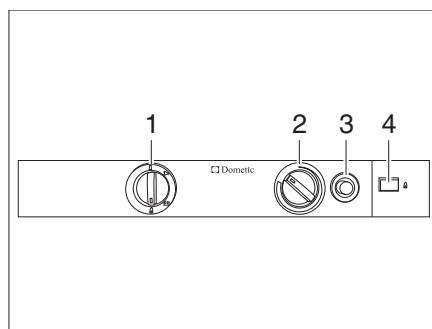

Fig. 322 Boutons de commande pour le réfrigérateur (Dometic Série 8)
- Placer le sélecteur de source d'énergie (Fig. 322,1) sur "🔥".
- Enfoncer le bouton tournant (Fig. 322,2) sur le niveau le plus élevé et le maintenir enfoncé. Attendre jusqu'à ce que le gaz s'écoule vers le brûleur.
- Enfoncer le bouton d'allumage du gaz (Fig. 322,3) et le maintenir enfoncé. L'allumage s'effectue de manière automatique.
- Maintenir le bouton d'allumage du gaz (Fig. 322,3) enfoncé jusqu'à ce que l'indicateur de la flamme (Fig. 322,4) passe au vert, puis le relâcher.
- Maintenir le bouton tournant (Fig. 322,2) encore enfoncé pendant 10 à 15 secondes, puis le relâcher.
- Placer le sélecteur de source d'énergie (Fig. 322,1) sur "⚡".
- Régler la température de réfrigération avec le bouton tournant (Fig. 322,2).